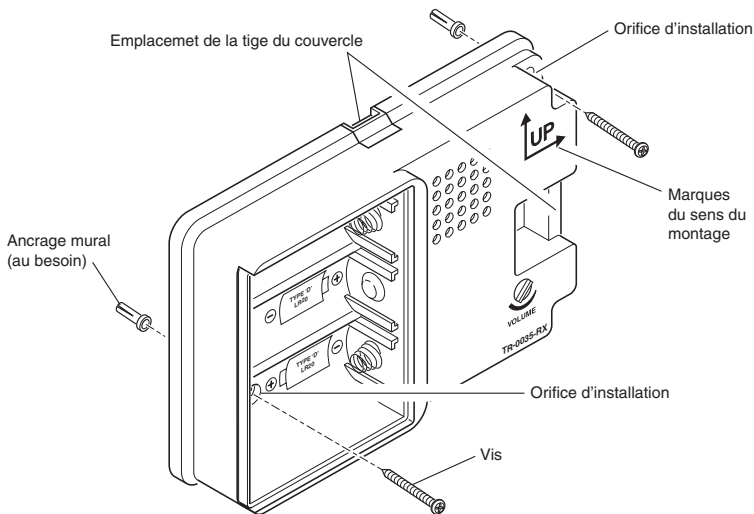

Figure 8
- Servez-vous des 4 orifices de montage du carillon comme modèle (voir la Figure 8). *Note* : Deux des orifices d'installation se trouvent dans le compartiment des piles. Retirez les piles avant d'installer le socle.